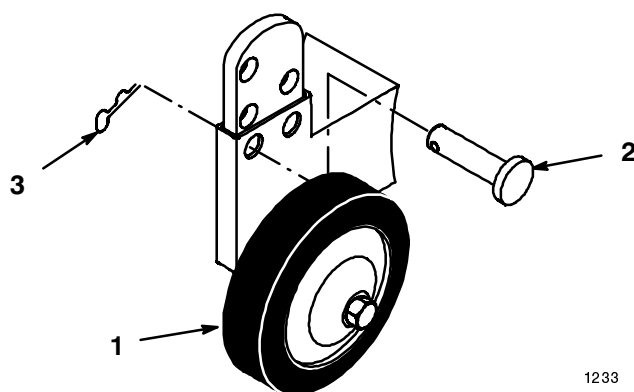

Figure 28
2. Pour modifier la hauteur des roues au-dessus du sol, retirer la goupille épingle pour déplacer l'axe dans un autre trou (Fig. 28).
3. Choisir les nouveaux trous pour que la roue soit à 1 cm (3/8") du sol lorsque le plateau est à la hauteur de coupe sélectionnée (Fig. 28).